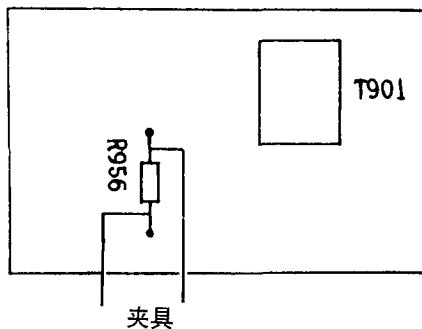

图 1
5. 把设定开关关掉，然后把图3所示的夹具接在图1所示的R956的两端。